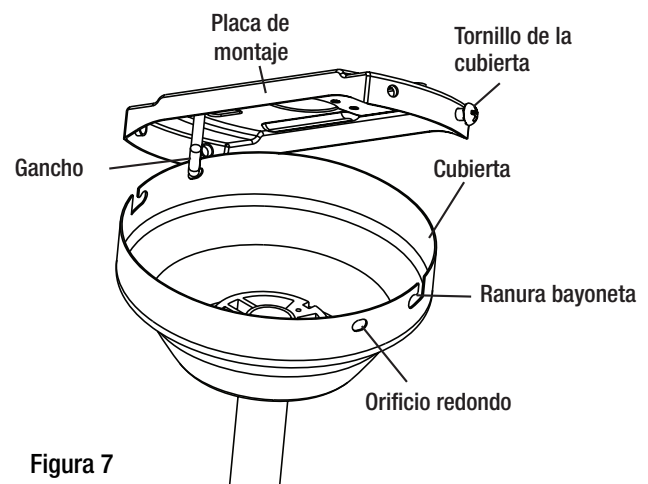

Figura 7
- Antes de realizar las conexiones eléctricas, enganche uno de los orificios del tornillo en la parte superior de la cubierta del techo con el gancho en la placa de montaje (Figura 7).